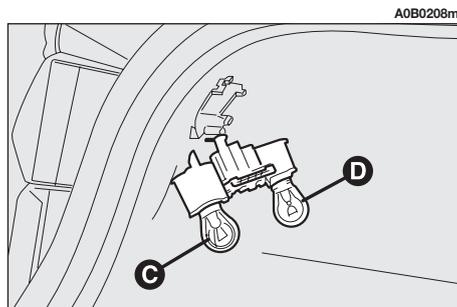

Abb. 45
– Die betreffende Glühlampe entfernen und ersetzen (kugelförmig mit Bajonettsockel), in dem sie unter leichtem Druck entgegen dem Uhrzeigersinn gedreht wird (**Abb. 45**).